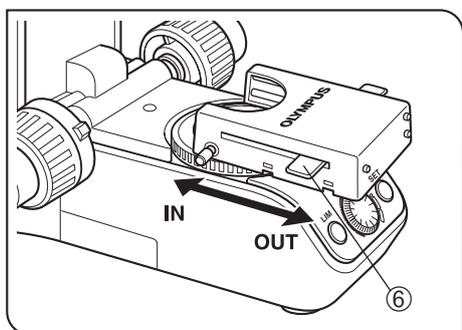

Рис. 17
**Пользование кассетой для фильтров (рис. 17)**